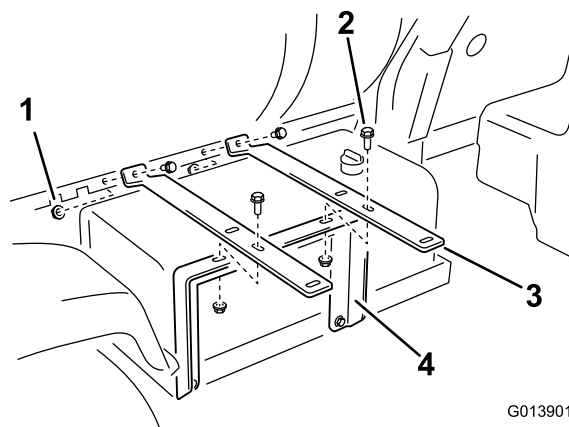

Рисунок 9
2. Прикрепите концы двух крепежных планок шлангового барабана к отверстиям в опорной раме бака, как показано на (Рисунок 9), с помощью двух болтов с фланцевой головкой (на 3/8 x 1 дюйм) и двух гаек с фланцем (на 3/8 дюйма).